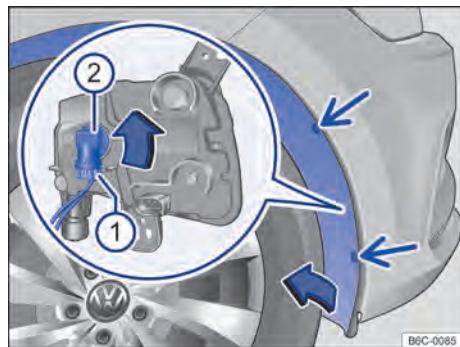

Fig. 187 Na caixa de roda dianteira: acesso à lâmpada incandescente do farol de neblina.
- ① Observar a lista de controle e executar as ações → Página 244.
- ② Remover os parafusos de fixação do revestimento da caixa de rodas → Fig. 187 (setas) com o auxílio de uma chave de fenda.
- ③ Pegar o revestimento da caixa da roda pelos cantos entre os furos dos parafusos de fixação soltos e pressionar um pouco para o lado interno do veículo, para poder soltar o clipe de dentro.
- ④ Rebater com cuidado o revestimento da caixa de roda para o lado.
- ⑤ Retirar o conector de alimentação da lâmpada → Fig. 187 ①, pressionar, ao mesmo tempo, a trava de fixação do conector. ►
- ⑥ Girar o soquete da lâmpada → Fig. 187 ②, no sentido anti-horário até o batente, e desencaixá-lo do alojamento.
- ⑦ A lâmpada do farol de neblina está fixada no soquete, devendo ser trocado o conjunto lâmpada e soquete.
- ⑧ Substituir a lâmpada incandescente queimada por uma lâmpada incandescente nova do mesmo modelo.
- ⑨ Pressionar o soquete da lâmpada no farol e girar no sentido horário até o batente.
- ⑩ Certificar-se de que o soquete está corretamente fixado no farol.
- ⑪ Encaixar o conector de alimentação ① no soquete da lâmpada. o conector precisa encaixar audivelmente.
- ⑫ Rebater de volta o revestimento da caixa de roda, de modo que o clipe de dentro se encaixe.
- ⑬ Recolocar os parafusos de fixação → Fig. 187 (setas) e apertá-los.